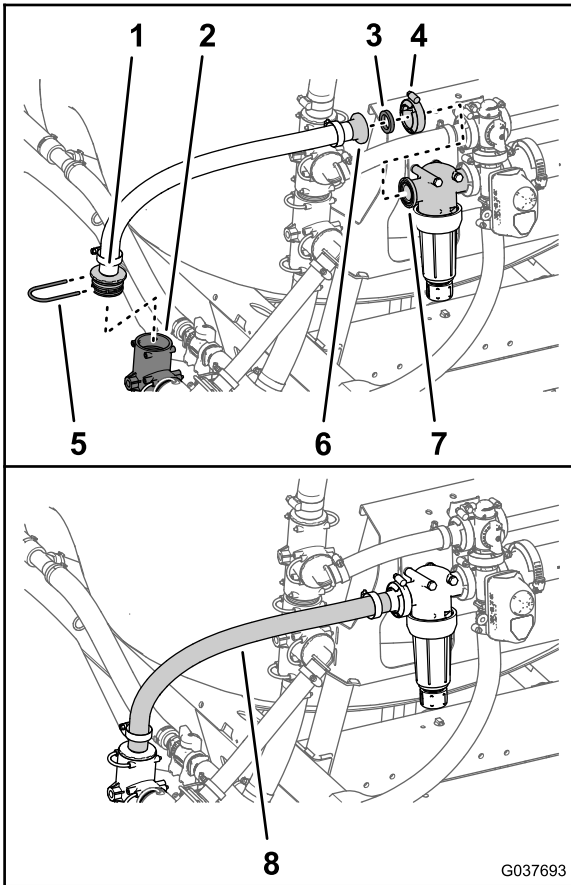

図 60
1. マニホールド給液ホースのバンプ付きストレートフィッティングを液剤散布ポンプのT字フィッティング図60に取り付けるステップ5 攪拌バイパスホースとスプレーヤ給液ホースを取り外す(ページ16)で取り外したリテーナを使用する。